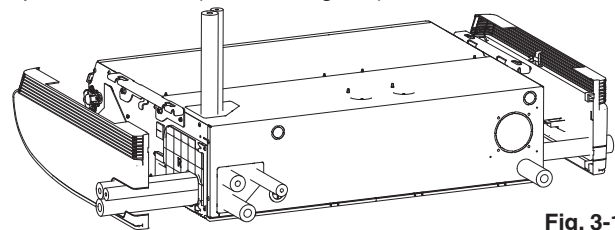

Fig. 3-18
- Le posizioni di collegamento dei tubi del refrigerante sono mostrate nella figura qui sotto. (Le tubazioni possono venire messe in posa in 3 direzioni diverse.) (Fig. 3-18)
- * Se il tubo flessibile di scarico viene fatto passare dal lato sinistro, vedere la Fig. 3-18 e seguire la procedura sopra descritta per installare il tubo flessibile. Riapplicare il tappo in gomma rimosso in precedenza sul lato destro.